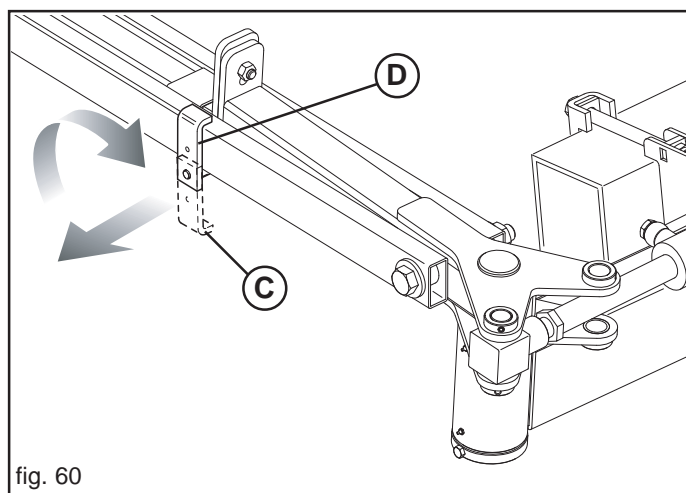

fig. 60
Durante il lavoro mantenere il fermo nella posizione (C, Fig. 60), necessario per permettere al braccio segnafile di seguire il movimento del terreno. Prima di richiudere l'attrezzatura in posizione di trasporto, bloccare il braccio segnafile ruotando il fermo nella posizione (D).